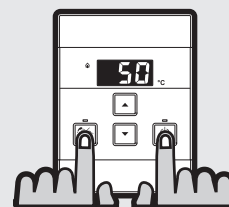

Fig. 3
STEP 1: Solo sul comando 'Master', premere e mantenere premuti contemporaneamente i tasti '**Priority**' e '**ON/OFF**' (Fig.3) per circa 5 secondi, fino a quando il comando emette un 'beep'.